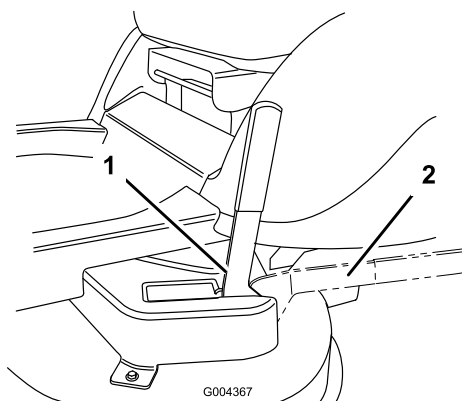

Figura 15
3. Mueva la palanca Reciclar a demanda (Figura 15) a la posición deseada: